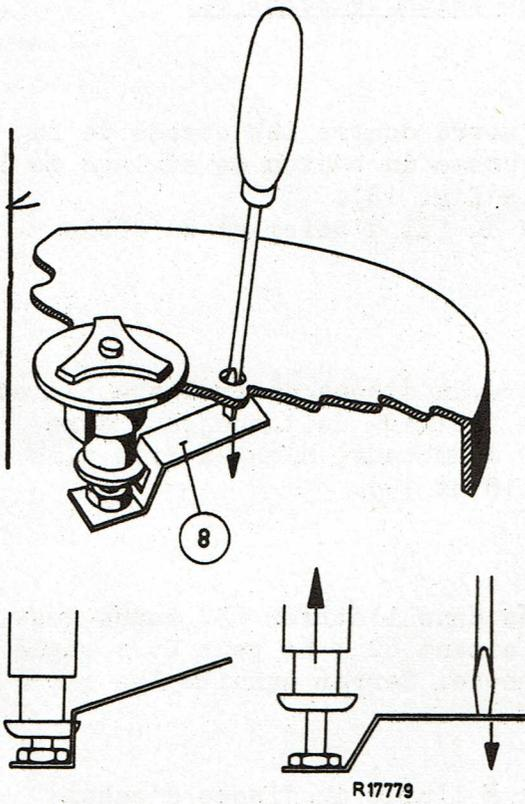

Fig.24
19. Le plateau ne doit pas toucher le ressort 8. Lorsqu'on veut enlever le plateau de l'appareil, on doit repousser le ressort 8 en passant un tournevis par le trou (au-dessus du tapis de caoutchouc) prévu dans le plateau (voir la fig. 24).